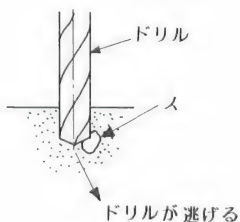

図10-7
- ④傾斜面を貫通する時や、鋳物の内部に「ス」(空洞)がある場合(図10-7)もドリルがひっかって工作物を振り回したりドリルを折ったりする上、真っ直にあきません。もちろんケガもします。初め細いドリルであけて確かめてから段々太いドリルに替えてあけます。